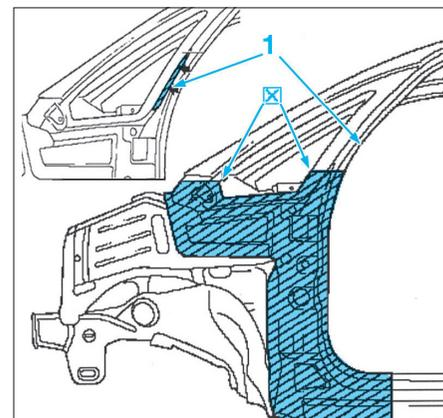
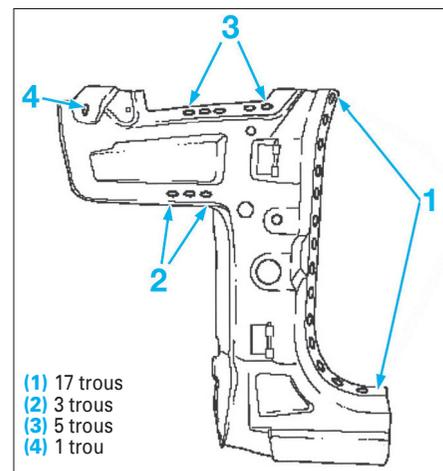

FIG. 30
FIG. 31
- Découper et déposer le pied avant (X) par perçage en tenant compte de la longueur de la pièce neuve (Fig.30).
- Déposer par perçage la baguette réceptrice d'étanchéité (1).
- Préparer la bride de carrosserie sur la carrosserie et la pièce neuve (trous oblongs : 8 x 20 mm) (Fig.31).